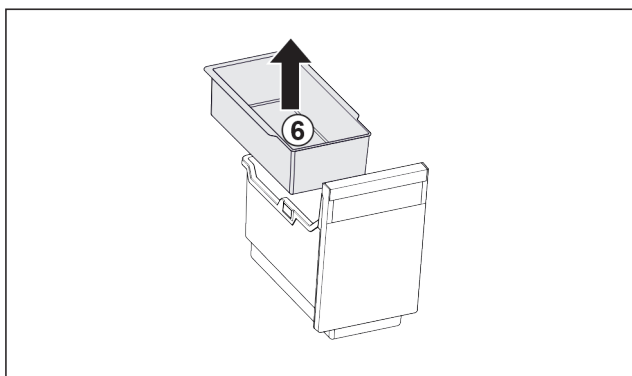

Fig. 124
- Inhangschaal Fig. 124 (6) verwijderen.